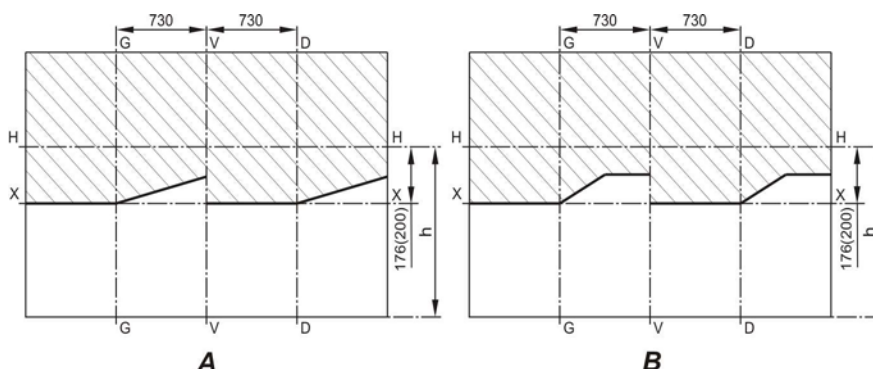

Рис. 8.8. **Разметка экрана для регулировки фар:**
- установить ненагруженный автомобиль на ровную горизонтальную площадку на расстоянии 10 м от экрана (рис. 8.8);
У отрегулированных фар горизонтальный участок светотеневой границы должен совместиться с линией X – X (рис. 8.8А, 8.8В), наклонные участки светотеневой границы должны соответствовать рис. 8.8А (с маркировкой на рассеивателе «AL») и рис. 8.8В (с маркировкой на рассеивателе «ОСВАР»), а точки пересечения горизонтального и наклонного участков светотеневой границы – с линиями G – G и D – D.